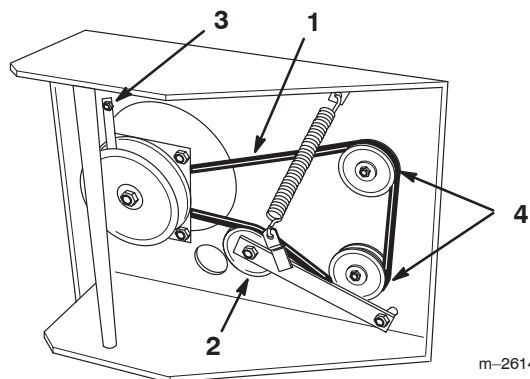

Figure 46
4. Retirez le boulon de support du moteur avant gauche qui fixe le dispositif de retenue de l'embrayage au bâti (Fig. 46). Décrochez le dispositif de retenue de l'embrayage et déposez-le.